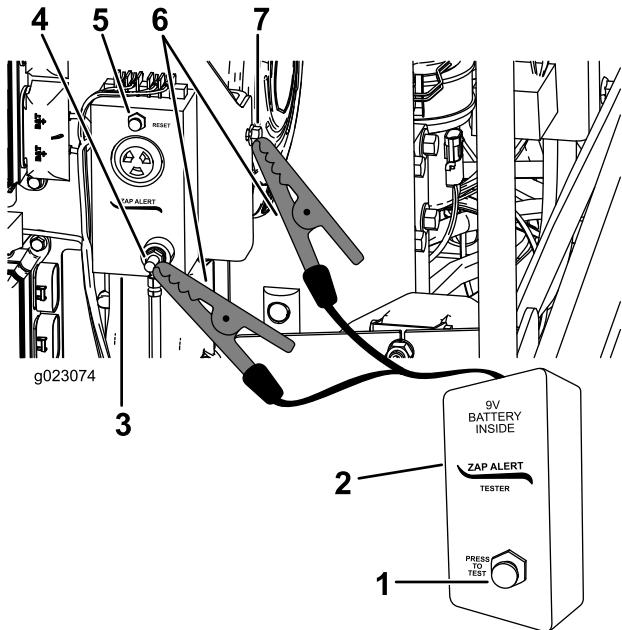

Figura 30
- Conecte una de las pinzas del probador del sistema Zap Alert al conector de tierra del sistema Zap Alert (Figura 30).
- Pulse el botón de PRUEBA del probador del sistema Zap Alert (Figura 30).
- Pulse el botón de REINICIO DEL ZAP ALERT para detener la alarma (Figura 30).